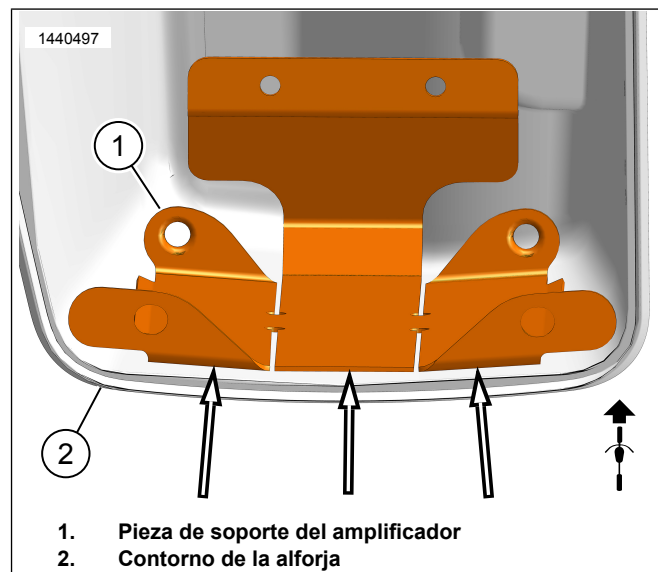

Figura 6. Contorno de la alforja
b. Consulte la Figura 6. Use las hendiduras de la pieza de soporte de montaje (1) para doblarla y dejarla ajustada al contorno de la alforja (2) sin que se mueva. Esto permitirá que tenga un mejor contacto con la cinta y se adhiera más a ella. Todavía no quite la cinta.